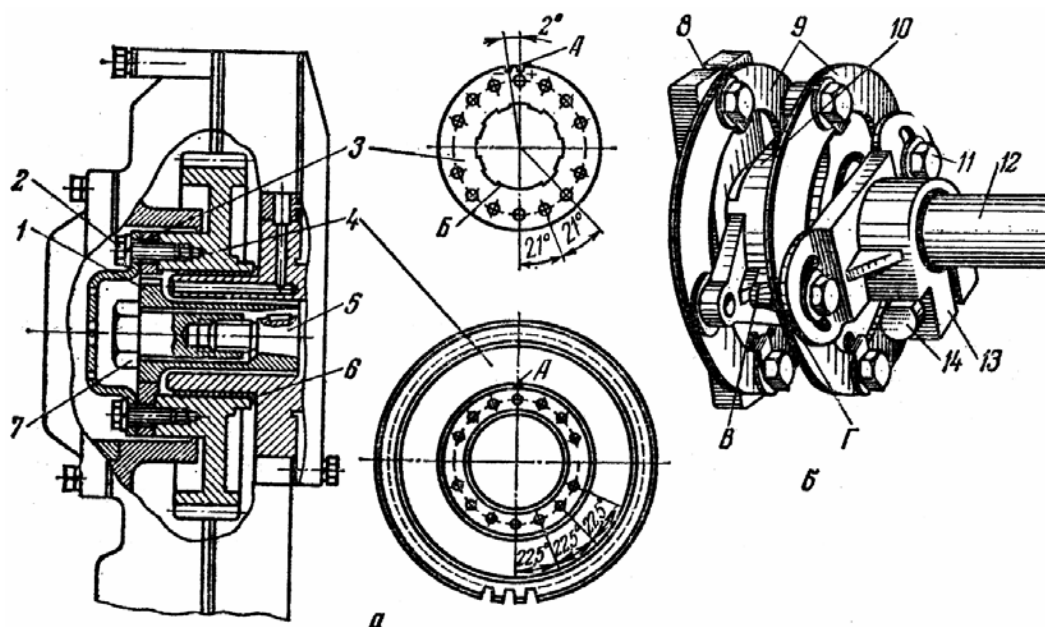

Рис. 4.19. Привод топливных насосов 4ТН-9 x 10 и УТН-5А (а) и 6ТН-9 x 10 (б):
Насос двигателя А-01М (рис. 4.19, б) приводится в работу при помощи двойной пластинчатой муфты 9, состоящей из нескольких стальных колец. Это позволяет компенсировать несоосность при установке насоса относительно шестерен привода. Муфта крепится крест-накрест вилкой 8, установленной на валу
- соединяют насос с приводом. У двигателя А-41 соединяют шайбу шлицевой втулки с шестерней болтами, пропущенными через совпадающие отверстия этих деталей, а у двигателя А-01М соединяют фланец с гибкой муфтой. При этом обычно у А-41 совпадают метки А (рис. 4.19, а) на шестерне и шайбе, у А-01М стрелка В (рис. 4.19, б) на муфте 9 совпадает со средней меткой шкалы Г на фланце 13;